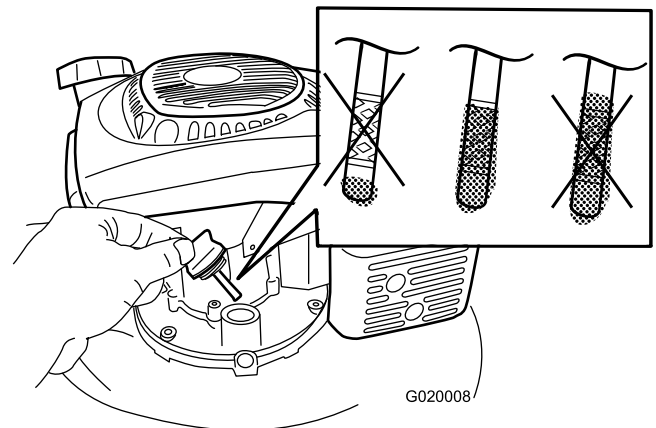

Figura 18
4. Vierta aceite **lentamente** por el tubo de llenado hasta que el nivel de aceite llegue a la marca de Lleno de la varilla (Figura 18). **No llene demasiado.** (Capacidad máxima: 0.65 l (22 onzas), tipo: 10W-30 o SAE 30, aceite detergente con clasificación de servicio API, SJ, o superior.)